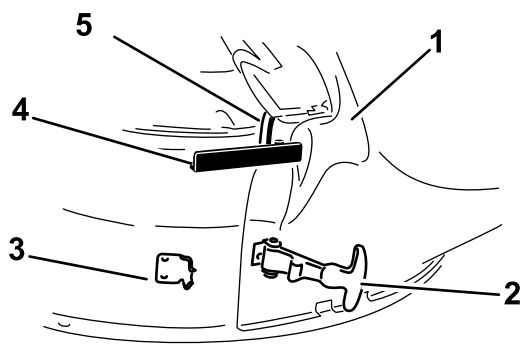

Figura 22
3. Sujete el conducto a la carcasa. Enganche el cierre flexible del conducto en el soporte de retención soldado a la carcasa del cortacésped, detrás del orificio (Figura 22). Conecte la pletina de retención alrededor de la varilla de pivote para sujetar el conducto.